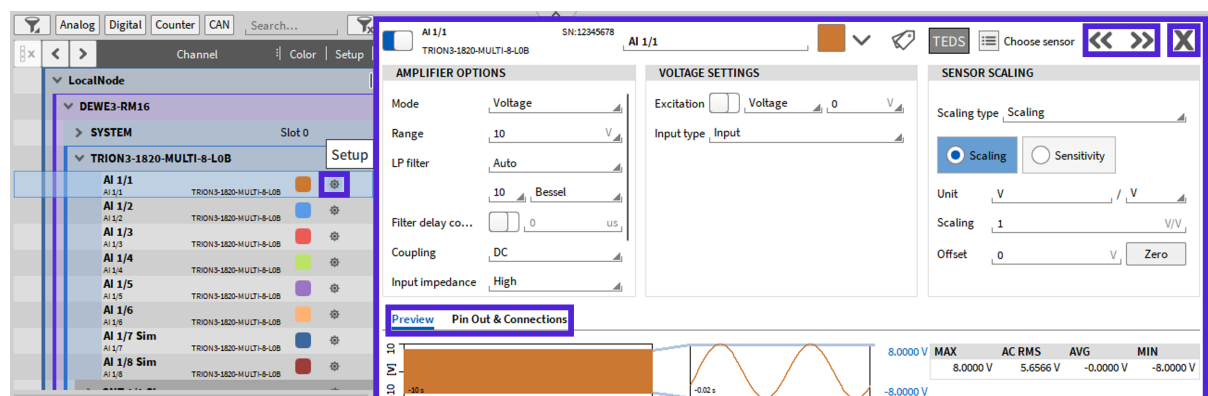

Abb. 7.48: Kanaleinstellungen eines TRION3-1820-MULTI Moduls
Alle Kanaleinstellungen (außer Samplerate und Bitauflösung) können auch in den jeweiligen individuellen Kanaleinstellungen (siehe Abb. 7.48) geändert werden, siehe auch Button ⑩ in Abb. 7.2 oder Tab. 7.1).